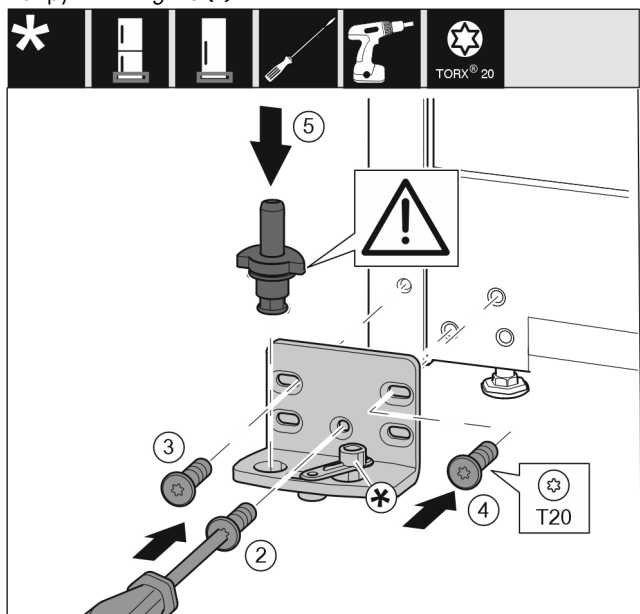

Fig. 14
- ▶ Встановіть опорний кронштейн з іншого боку і закріпіть гвинтами за допомогою викрутки T20. Почніть із гвинта 2 знизу посередині. Fig. 14 (2)
- ▶ Закрутіть гвинти 3 та 4. Fig. 14 (3,4)
- ▶ Вставте цілком опорний гвинт. При цьому виступ фіксатора повинен бути спрямований назад. Fig. 14 (5)